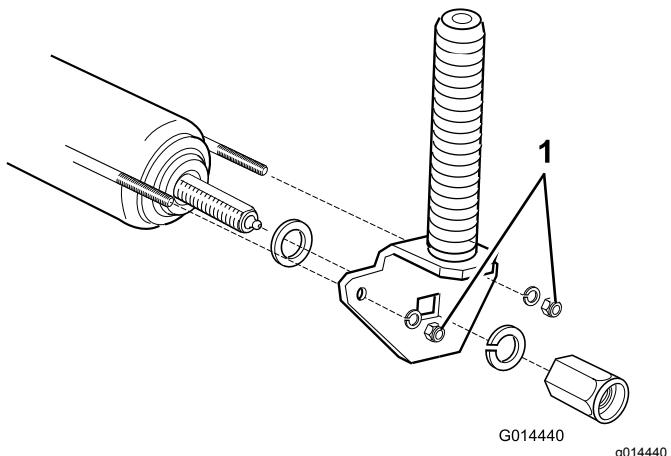

Figura 69
2. Apriete las tuercas con 4 giros completos para añadir la tensión correcta al alambre (Figura 69).